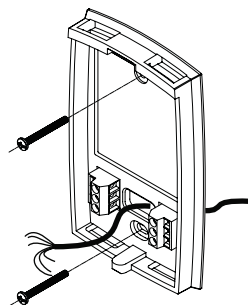

Figure 3
- 6 Fixer la plaque murale au mur avec les vis de montage fournies selon la figure 3.